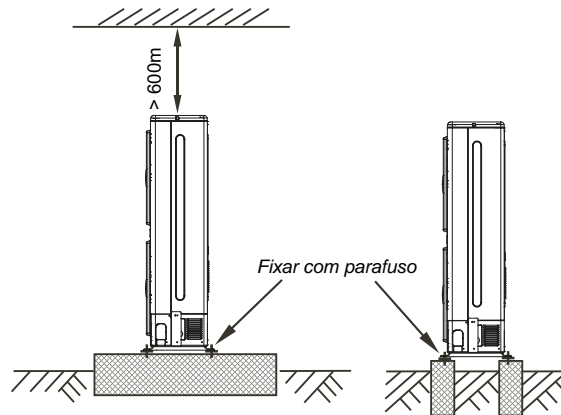

Figura 9.
(Ver Figura 9).
- Fixe os pés da unidade firmemente com parafusos para evitar desmoronamento em caso de terremoto ou ventos fortes. (Ver Figura 9).